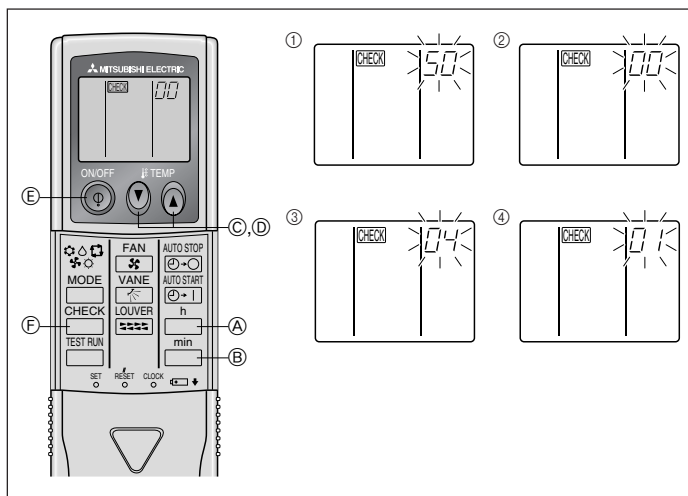

Fig. 6-9
- ⑧ Нажмите кнопку MODE E, и режим и номер установки (I) и (II) переключатся в состояние постоянного отображения на дисплее, что позволит подтвердить содержание настройки.
- ⑨ Одновременно нажмите кнопку A FILTER (ФИЛЬТР) и кнопку B TEST RUN и удерживайте их в течение приблизительно двух секунд. Через несколько секунд исчезнет индикация выбора функций, и на дисплее загорится индикация OFF (ВЫКЛ.) кондиционера воздуха.
2) Для беспроводного пульта дистанционного управления (Fig. 6-9)